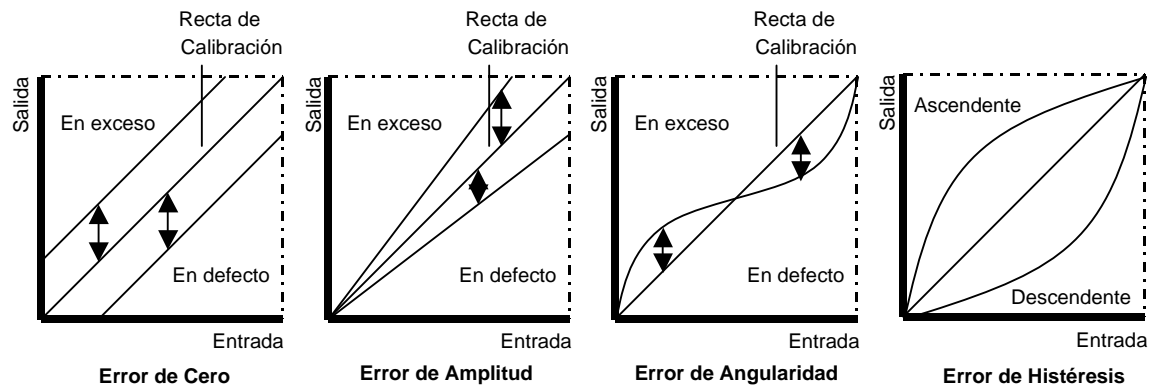

Fig. 4. Desvíos de un Instrumento
- a. Desvío de cero: Cuando la salida del instrumento se desvía en la misma cantidad, en exceso o en defecto, para todo el rango de entrada (ver fig. 4).
- b. Desvío de amplitud {o multiplicación): Cuando la salida del instrumento varía desde cero hasta un máximo en cantidades proporcionales, en exceso o en defecto (fig.4).
- c. Desvío de angularidad: aparece cuando la salida del instrumento no coincide en algún punto con el rango esperado de salida. Este error puede dar salidas mayores o menores que el valor verdadero según sea el punto considerado (fig. 4}.
**El error de Histéresis:** Es la máxima diferencia existente entre dos lecturas de n mismo valor de la variable, efectuándose, una de las lecturas cuando la variable se pasea en la dirección ascendente y la otra cuando lo hace en la dirección descendente. Este error casi siempre es despreciable si es menor que la sensibilidad del instrumento (ver Fig. 4).